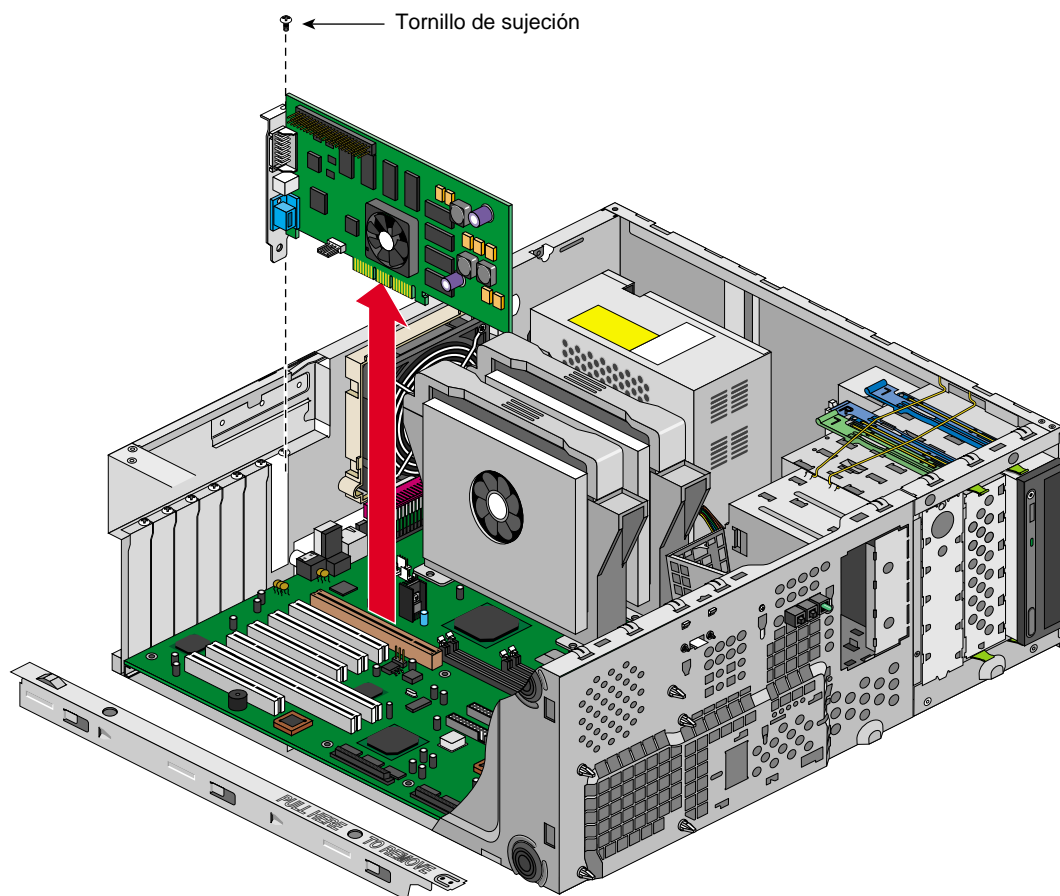

Figura 2-24 Extracción de la tarjeta de expansión
3. Extraiga el tornillo de sujeción de la tarjeta de expansión como se muestra en la Figura 2-24.